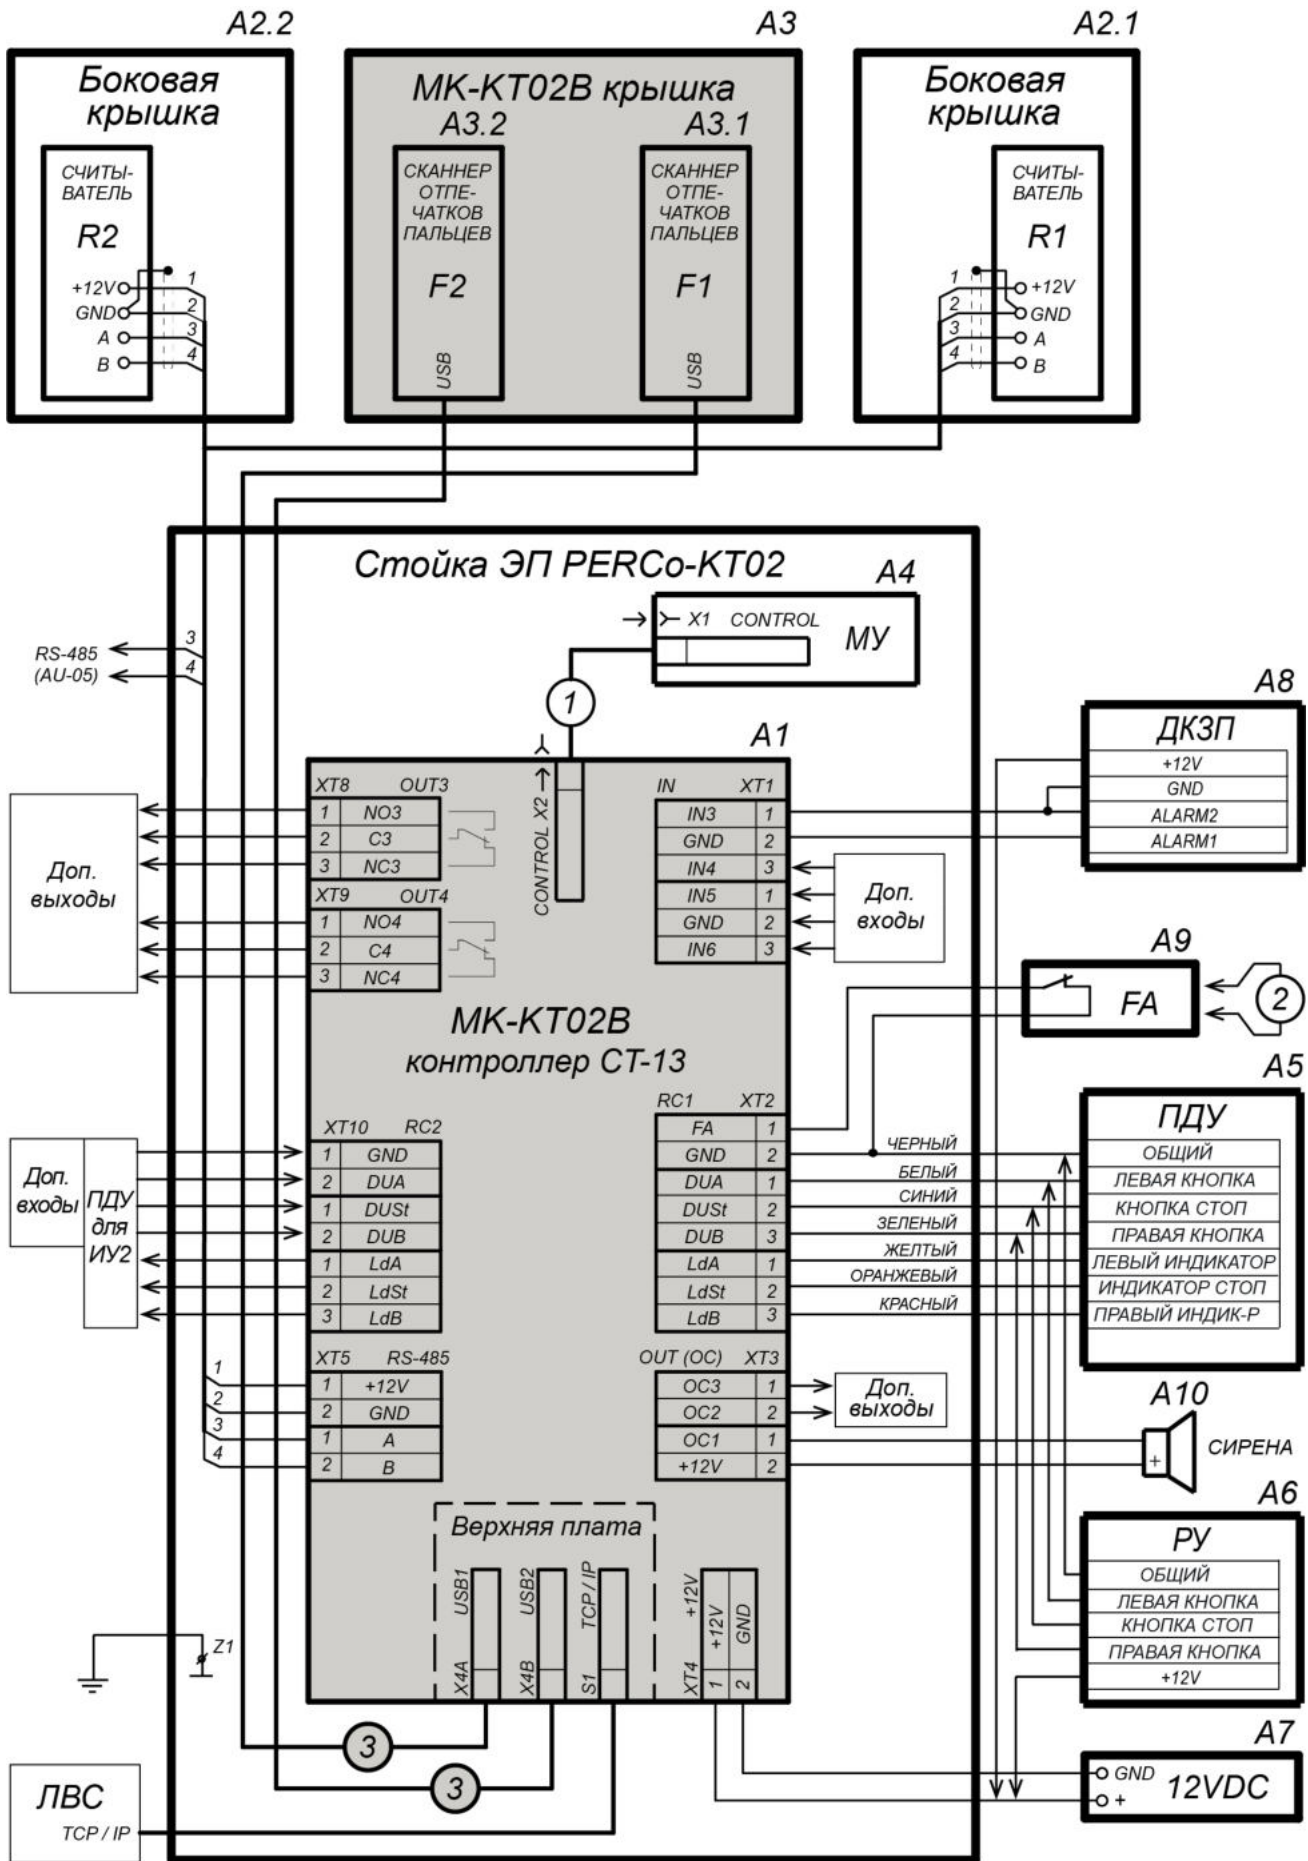

Рисунок 2. Схема подключения контроллера PERCo-CT13 к ЭП типа PERCo-КТ02 (серым цветом выделены элементы монтажного комплекта PERCo-МК-КТ02В)
6. Подключите кабели к контроллеру **PERCo-CT13** в соответствии со схемой соединений, представленной на рис. 2, и закрепите их на кронштейне с помощью стяжек из комплекта поставки.